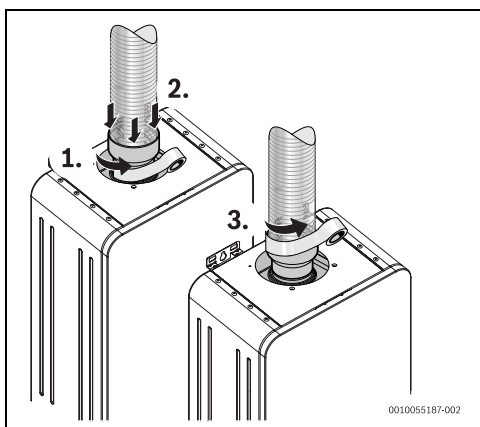

Fig. 24 Installation du type B23
- être isolé avec un matériau adapté (fig. 24)